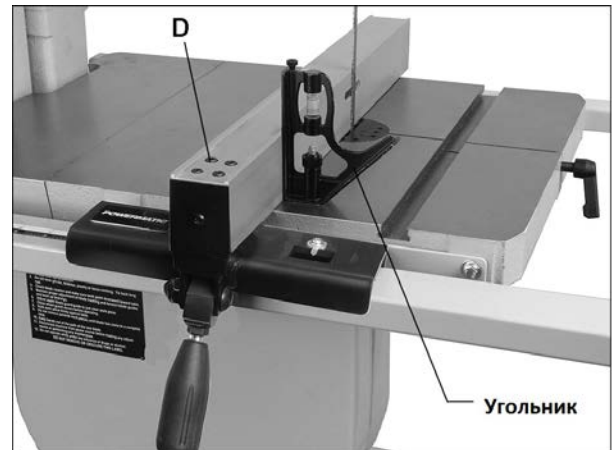

Рис. 31.
См. Рис. 31.
3. Положите на стол угольник вплотную к упору, как показано на Рис. 31.
7. Проверьте, чтобы упор был выровнен с пильным полотном, а именно одинаково касался передней и задней кромки полотна. Если упор не выровнен с полотном, ослабьте четыре винта с внутренним шестигранником (D, Рис. 31).
1. Когда упор будет выровнен с пильным полотном, но все еще будет располагаться, касаясь полотна, как показано на Рис. 31, проверьте, чтобы указатель на шкале направляющего профиля совпадал с нулевой отметкой.